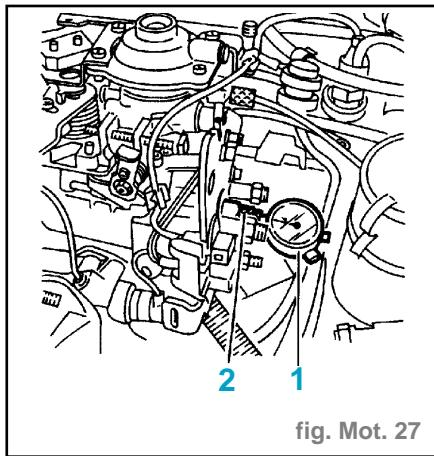

fig. Mot. 27
- Piger le volant-moteur à l'aide de la pige (1) (fig. Mot. 27).
- sur la vis-butée (2), sinon, modifier la position de l'épingle (a).
- S'assurer qu'en position ralenti, le levier (1) soit en appui sur la butée (3).